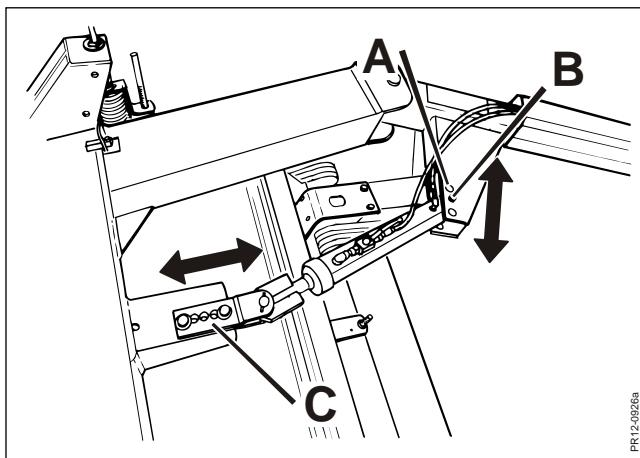

Fig. 3-4
**Fig. 3-4** Konsol **C** er placeret i en grundindstilling fra fabrikken, der opfylder ovenstående forhold i hhv. arbejde og transport. For at opnå de korrekte positioner af trækstangen skal svingcylinderen placeres i hul **A** for GMS 320 og i hul **B** for GMS 280. Kontroller at konsollen ved pos. **C** altid er fastgjort med 2 bolte.